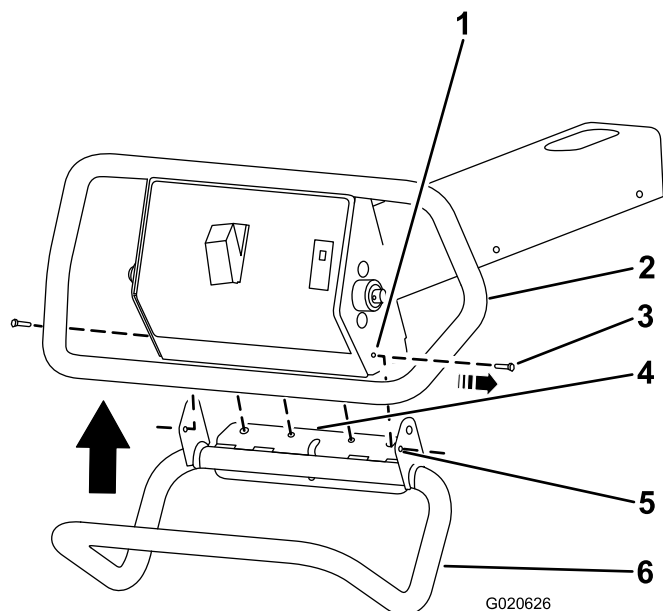

Figura 1
1. Retire los 2 pernos de cabeza hexagonal (Nº 10-24 x 1/2 pulgada), según se muestra en Figura 1.
3. Empuje el manillar hacia arriba y alinee la pestaña con el bastidor (Figura 1).
4. Alinee los taladros de montaje de los 2 pernos de cabeza hexagonal (N° 10-24 x 3/4 pulgada) del manillar con los taladros del bastidor (Figura 1).